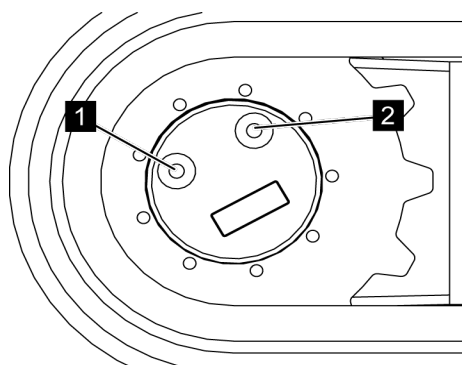

Fig. 108: Contrôler le niveau d'huile
6. ➔ Faire un contrôle visuel du niveau d'huile. L'engrenage doit être rempli d'huile jusqu'au bord inférieur du trou fileté (Voir la Fig. 108/1).
7. ➔ Rajouter de l'huile de boîte (N° de réf. 3917/0122) si nécessaire ( ↪ *Chapitre 3.9 « Consommables » à la page 41*). Pour cela, faire couler lentement l'huile dans le trou (Voir la Fig. 108/2), jusqu'à ce qu'elle arrive au bord inférieur du trou fileté (Voir la Fig. 108/1).